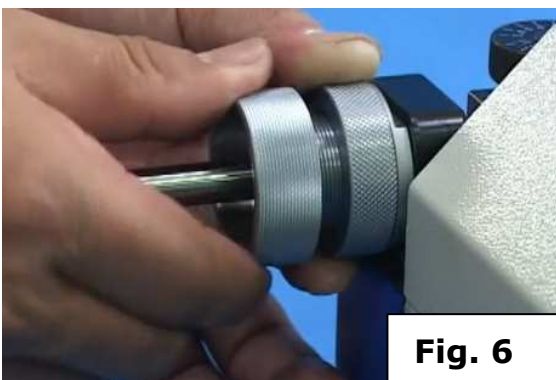

Fig. 6
- Dans cette position, serrer le foret dans le mandrin, avec la main droite, dans le sens horaire. (Fig. 6)